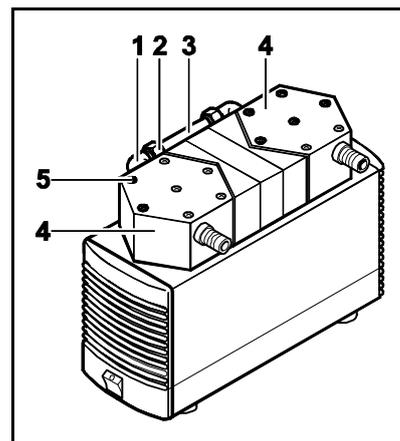

Fig. 6: smontaggio della testata
3. Allentare le viti esterne (fig. 6/5) delle testate.